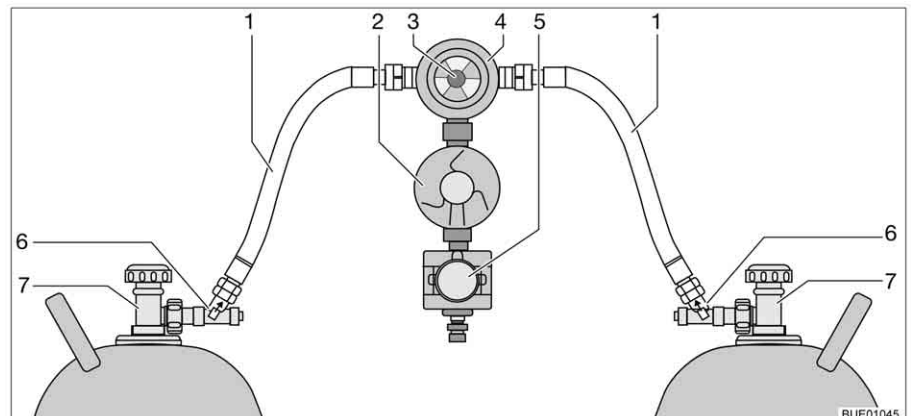

Fig. 150 Instalación de conmutación Crash Protection Unit
La Crash Protection Unit se compone de dos restrictores de desbloqueo manual (Fig. 150,6), una válvula selectora (Fig. 150,4) con regulador de presión (Fig. 150,2), una electroválvula (Fig. 150,5) y la unidad de mando con LED de tres colores. La válvula selectora está montada entre las dos gomas del gas (Fig. 150,1).
Con el botón giratorio (Fig. 150,3) en la válvula selectora se puede determinar cuál de las bombonas de gas se utilizará como bombona de servicio y cuál bombona de gas como bombona de reserva.
En la unidad de mando (Fig. 151) únicamente pueden conmutarse las funciones eléctricas. Las llaves de paso principales de las bombonas de gas (Fig. 150,7) y los desbloques (Fig. 150,6) deben abrirse a mano.
- Abrir las llaves de paso principales en las bombonas de gas (Fig. 150,7).
- Pulsar los desbloques (Fig. 150,6), uno tras otro, durante 10 segundos.
- Con el botón giratorio (Fig. 150,3) en la válvula selectora (Fig. 150,4), seleccionar la bombona de gas de la que habrá de tomarse el gas principalmente (bombona de servicio).
- Cerrar las llaves de paso principales en las bombonas de gas (Fig. 150,7).